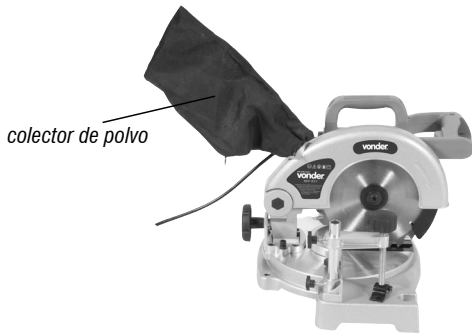

Fig. 7 – Colector de polvo
- a. Abra la boquilla del colector de polvo (1) (fig. 7).